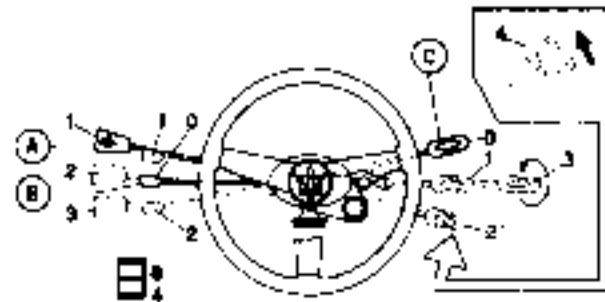

Fig. 13
- 21) Leva comando lavacristallo - Tergicristallo - Luci plafoniere può assumere 4 posizioni indcate in Fig. 13-C